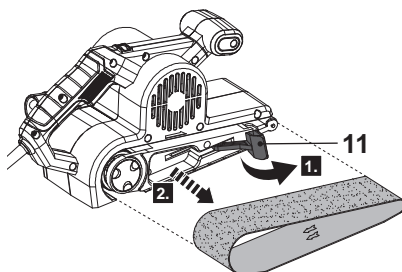

Fig. 6
1. Tire de la palanca de sujeción (11) hacia fuera y retire la correa de lijado (8) (Fig. 6).